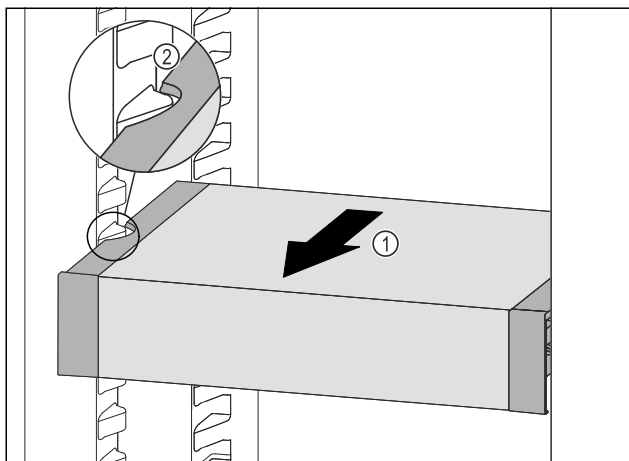

Fig. 82
- Táhněte VarioSafe dopředu Fig. 82 (1), dokud nebudou boční vybrání VarioSafe na úrovni žebrování na nádoby v chladničce. Fig. 82 (2)